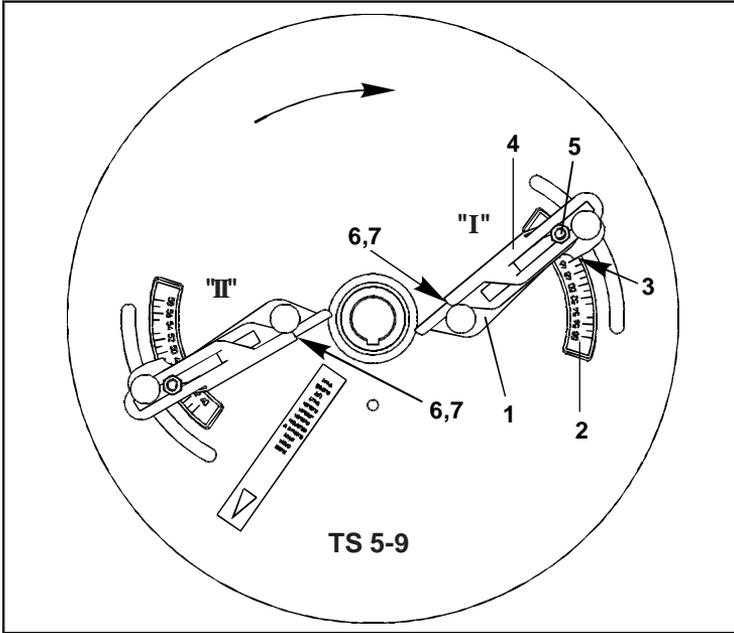

Рис. 7.21
- Грань считывания (Рис. 7.21/7) лопасти „I“ установите на буквенное значение „D“ и закрепите внешнюю часть лопасти. Лопасть „I“ переместите на цифровое значение „50“ и закрепите.
- Грань считывания (Рис. 7.21/7) лопасти „II“ установите на буквенное значение „F“ и закрепите внешнюю часть лопасти. Лопасть „II“ переместите на цифровое значение „46“ и закрепите.